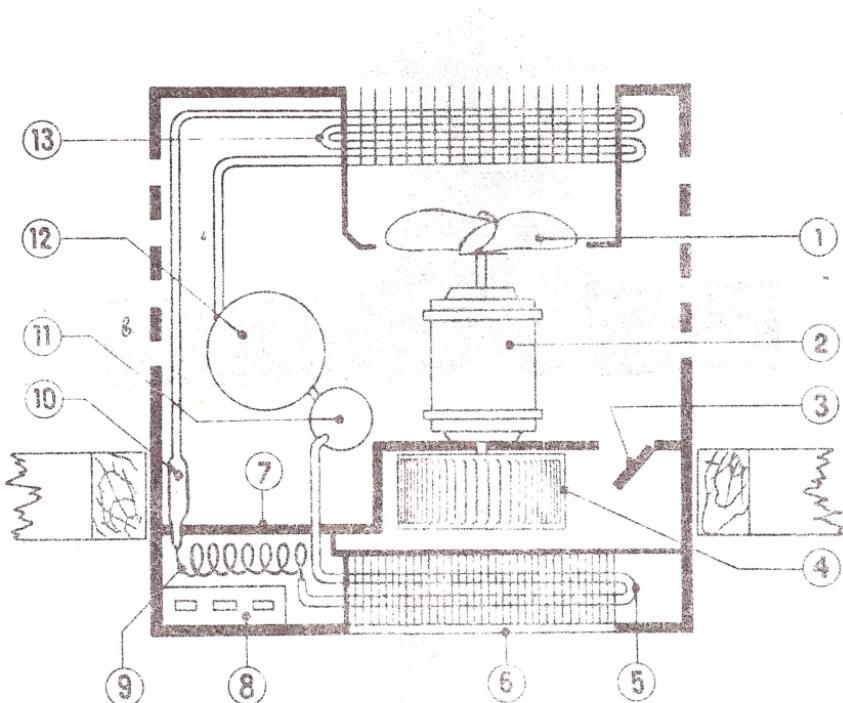

Рис.2
5. УСТРОЙСТВО КОНДИЦИОНЕРА (Рис.1 и Рис.2)